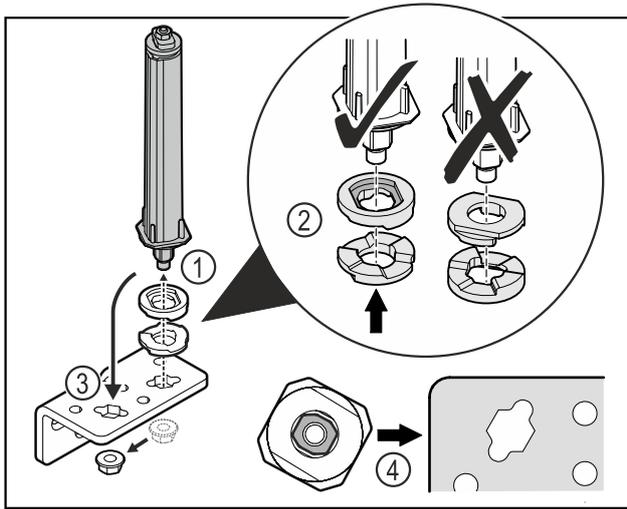

Fig. 36
- ▶ Soltar la tuerca y retirar el sistema de cierre de la puerta Fig. 36 (1).
- ▶ Tener en cuenta la orientación correcta de las arandelas de ajuste de altura Fig. 36 (2).
- ▶ Cambiar la posición del sistema de cierre de la puerta en la escuadra de bisagra y fijar con la tuerca Fig. 36 (3).
- ▶ Tener en cuenta la orientación correcta del sistema de cierre de la puerta al insertarlo Fig. 36 (4).